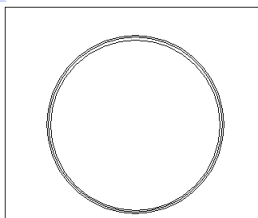
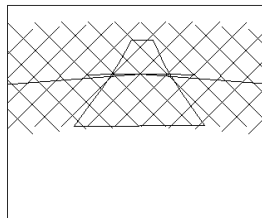

图 15-89
图 15-90
(44) 重复上述指令。作半径为 102 和 97.5 的圆，结果如图 15-89 所示。
(45) 等分圆。从在命令行直接输入 divide，将上述半径为 100 的圆等分 400 份。
(46) 作多义线。单击  按钮或者在命令行直接输入 pline。作生成齿轮锥形的多义线。
(47) 将上述多义线 spline 化。在命令行直接输入 pedit。
(48) 修剪处理。单击  按钮或者在命令行直接输入 trim。对上述圆弧和线段进行修剪，结果如图 15-90 所示。